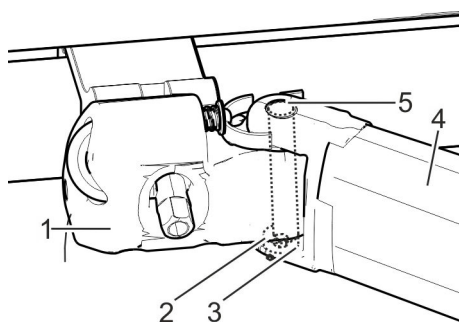

Abb. 20: Komponenten der Armniveau-Regulierung
3. ➤ Klemmschraube Innensechskant M5x10 (Abb. 20/2) am Arm-lager (Abb. 20/1) lösen.
4. ➤ Über Exzenterarm-lagerbolzen (Abb. 20/5) mit Schlüssel SW 5 am Gelenkarm (Abb. 20/4) Gelenkarme auf waagerechte Lage einstellen.
5. ➤ Klemmschraube Innensechskant M5x10 (Abb. 20/2) festziehen.